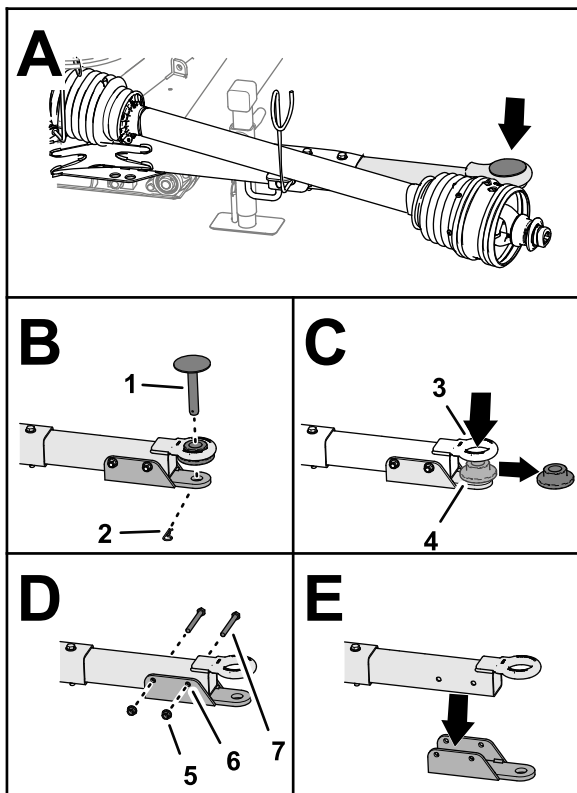

Figure 7
1. Déposez la goupille fendue qui fixe la goupille d'attelage à la barre de remorquage, puis déposez la goupille d'attelage (Figure 7).
- Déposez la bague à embase de l'anneau d'attelage (Figure 7).
- Déposez les deux contre-écrous à embase et les deux vis d'assemblage qui fixent la chape en équerre sur la barre de remorquage, puis déposez la chape en équerre (Figure 7).